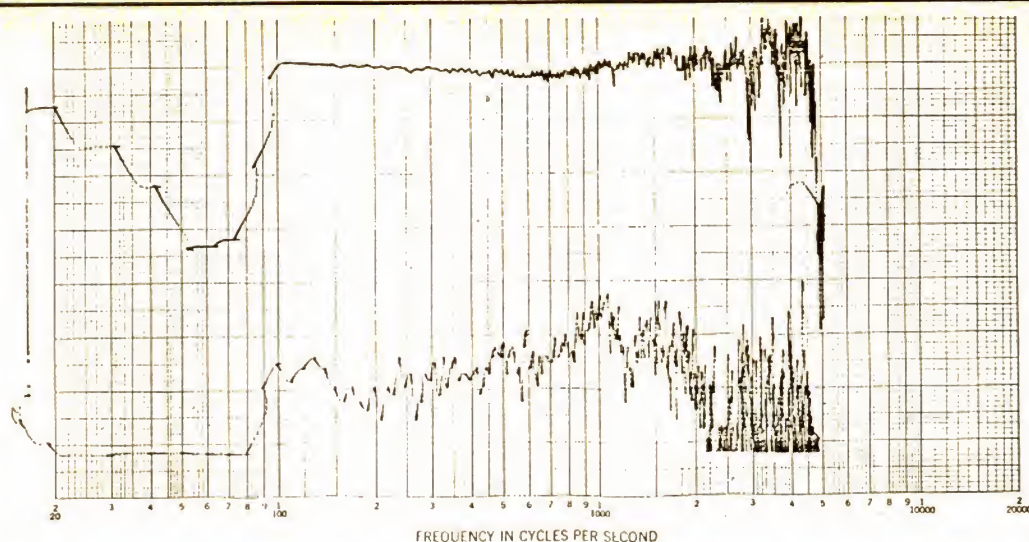

Fig. 1. — XLZ-7500 — Force d'application 10 mN — Capacité de lecture  $> 9 \mu\text{m}$  — Disque test : JVC 1005 (échelle de fréquences :  $\times 10$ ).
**a) Entre 100 et 5 000 Hz (fig. 1) :** La partie véritablement intéressante se situe jusqu'à 2 kHz. Les irrégularités se manifestant au-delà peuvent être imputables au disque de mesure, puisqu'on ne les retrouvera pas en figure 2. Ce doit être la raison pour laquelle les techniciens disent avoir abandonné, dans la région des 1 000 Hz, le disque « JVC », pour celui spécialement pressé à l'intention de Pickering (la diaphonie propre est inférieure).